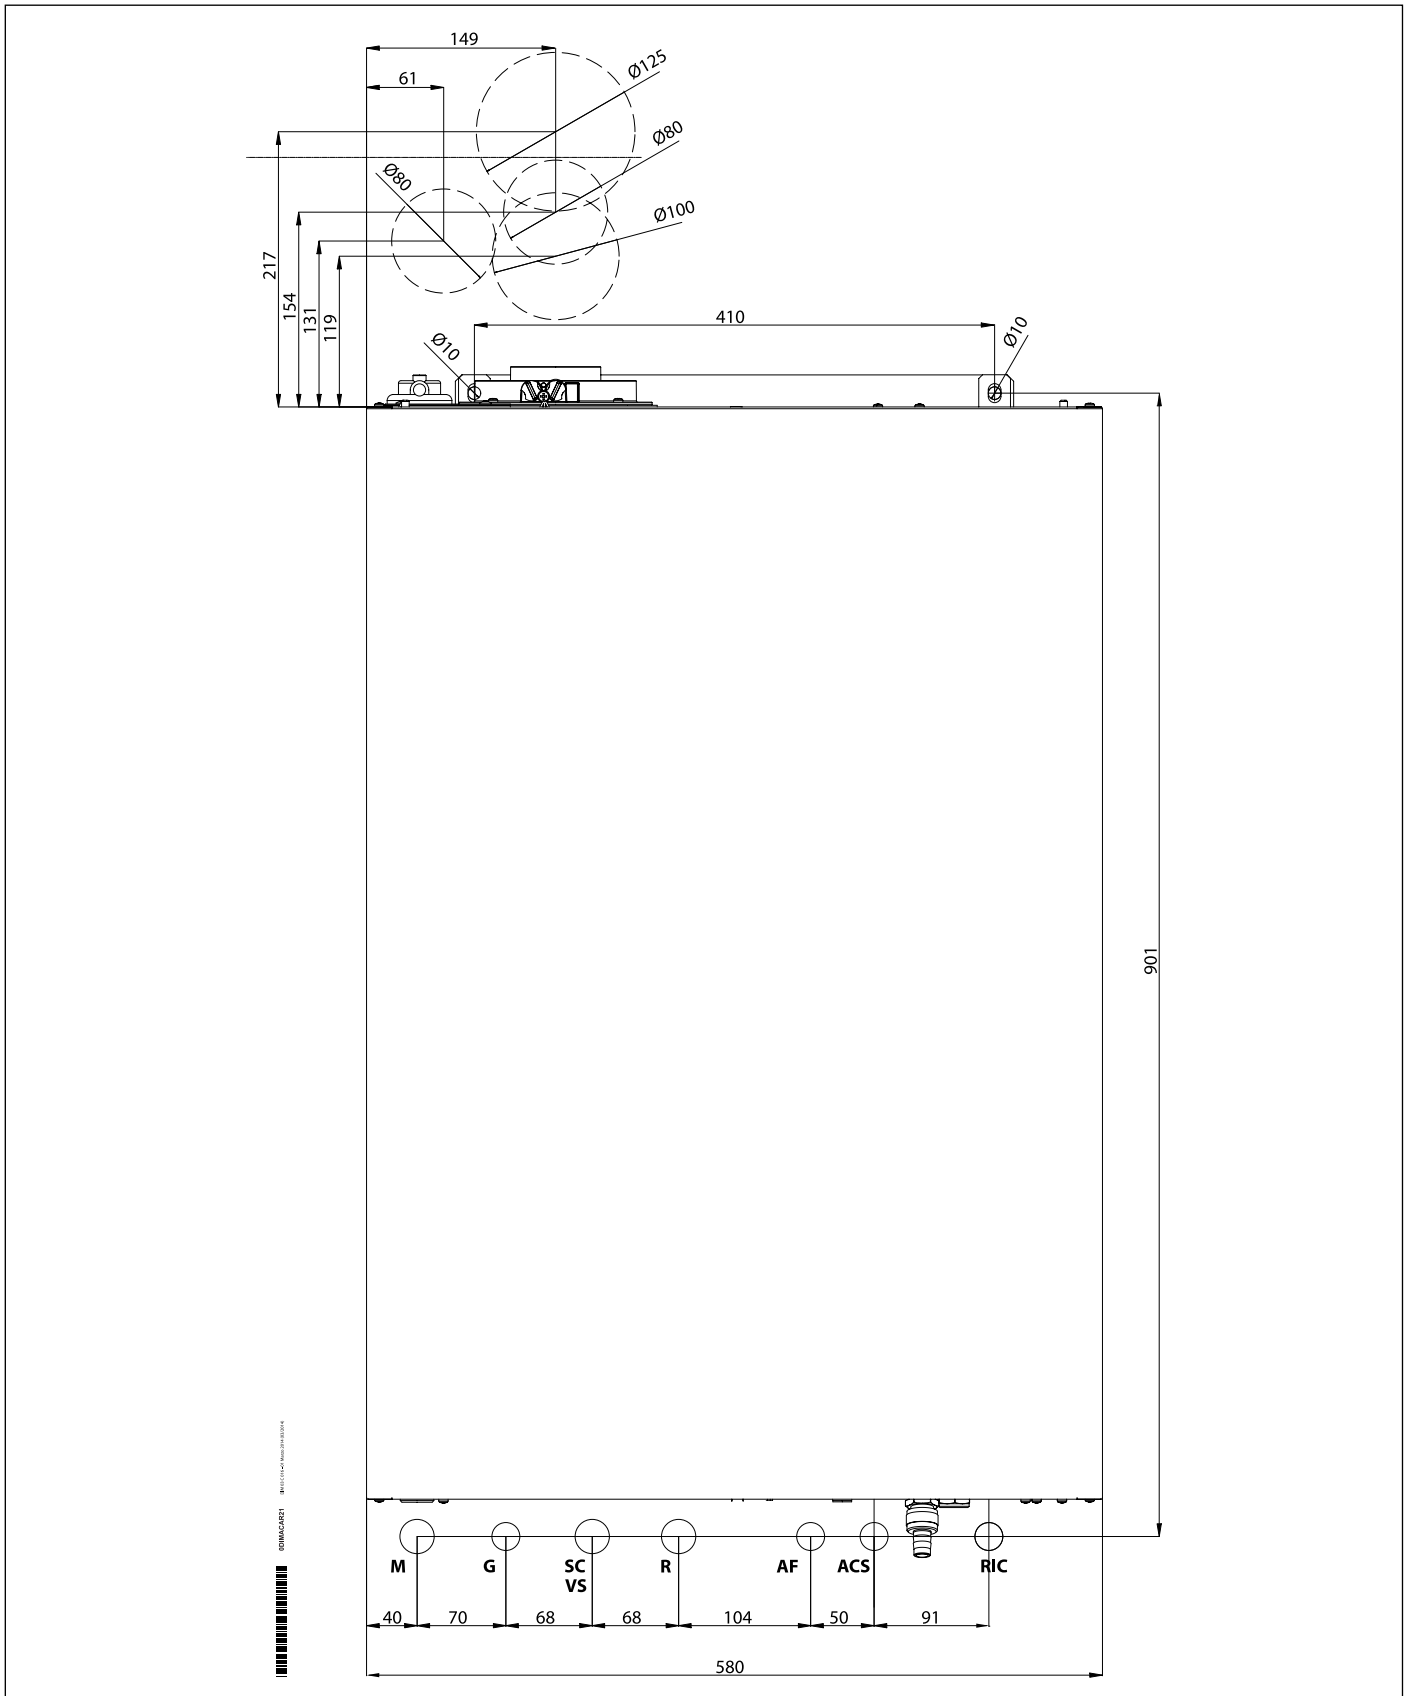

Рис. 6 Паперовий шаблон.
- » монтажний паперовий шаблон для настінного котла (див. Рис. 6 Паперовий шаблон.).
Кожний котел забезпечений спеціальним паперовим шаблоном, що знаходиться в упаковці (див. Рис. 6 Паперовий шаблон.).
- Закріпіть шаблон (дивись Рис. 6 Паперовий шаблон.) на стіні